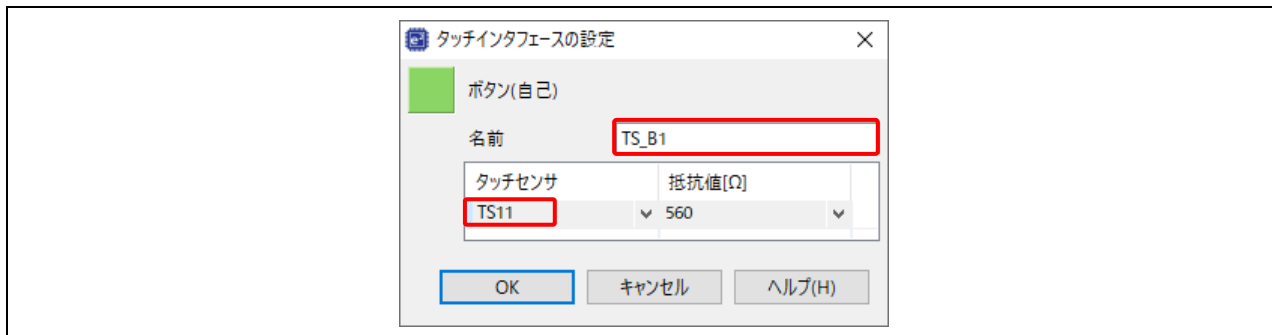

図 14 ボタンへのタッチセンサの割り付け
- (9) 配置したボタンにタッチセンサを割り付けます。
- Button00 ボタンをダブルクリックするとダイアログボックスが表示されます。図 14 のように名前を"TS\_B1"に変更し、MCU のセンサポートはタッチセンサのプルダウンリストから"TS11"を選択して、ボタンに割り付けます。